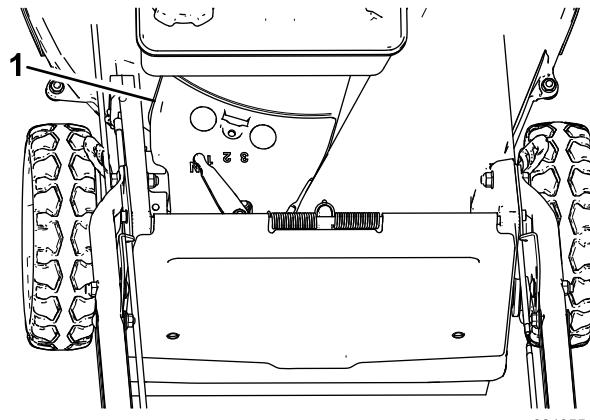

Figure 38
3. Enlevez le couvercle de courroie (Figure 38) du carter du tablier de coupe.